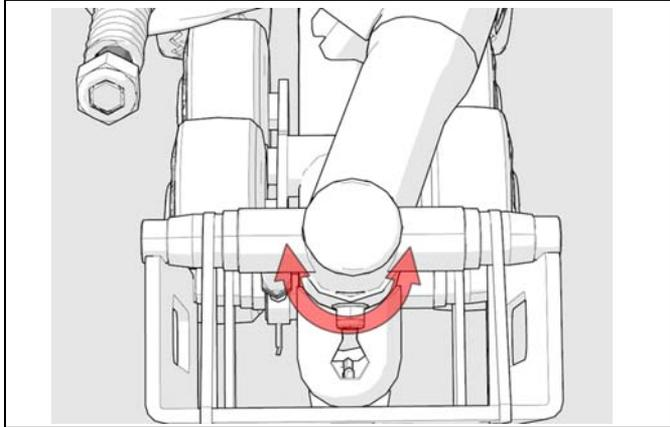

Figure 31
**IMPORTANT** : Si les arbres de roues ne sont pas parfaitement en contact avec les surfaces de l'outil d'alignement, ajuster le tensionneur en rotation. Voir la Figure 31.